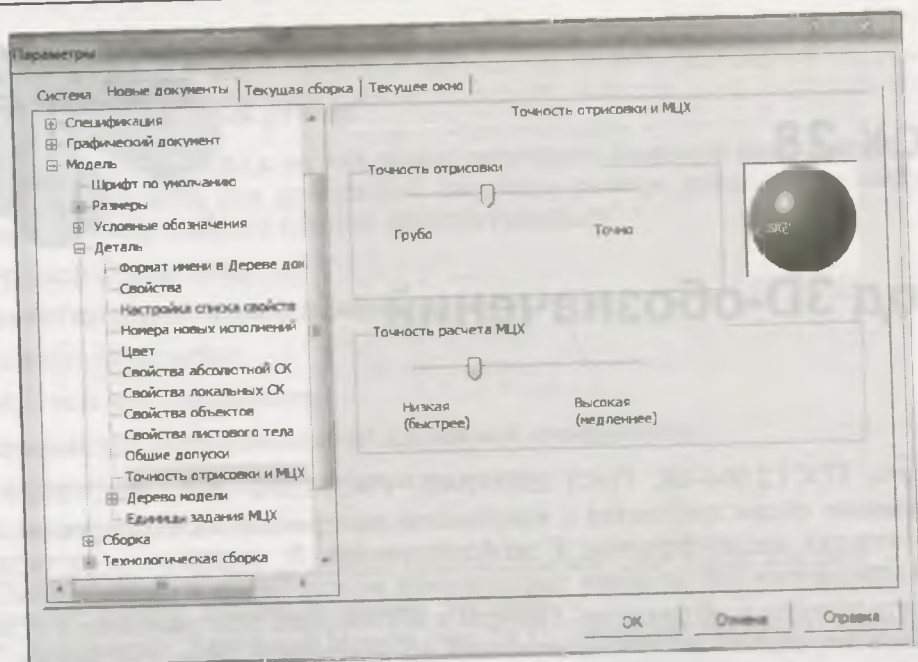

Рис. 27.13. Диалоговое окно Параметры с открытой панелью Точность отрисовки и МЦХ
- ◆ щелкните ЛК по пункту **Точность отрисовки и МЦХ** — в правой части появилась панель **Точность отрисовки и МЦХ** (рис. 27.13), где выполните следующие действия: